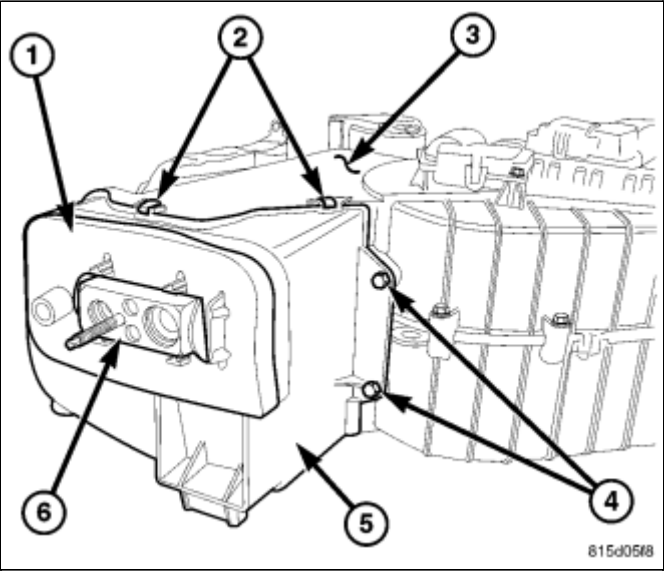

图 1 法兰和泡沫密封件
- 2. 小心地从位于后HVAC壳体底面的法兰拆卸下泡沫密封件。 如果密封变形或损坏, 必须进行更换(图 1)。